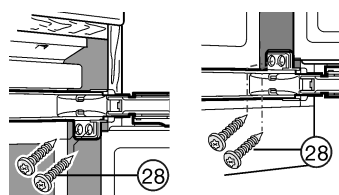

Fig. 22
- sur les deux portes, visser les vis pour panneaux d'agglomérés Fig. 22 (28) respectivement en haut et en bas au travers des pattes de charnière.